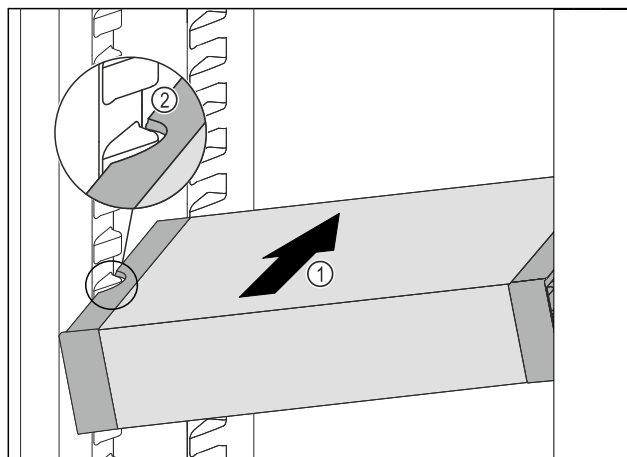

Fig. 102
- Introduzca el VarioSafe en posición oblicua en el compartimiento del frigorífico Fig. 102 (1) hasta que los huecos laterales Fig. 102 (2) del VarioSafe se encuentren a la altura de la nervadura del recipiente en el compartimento frigorífico.